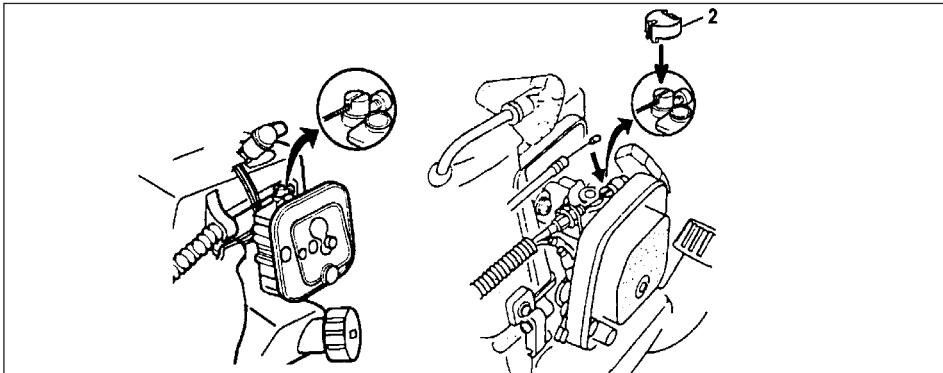

Fig. 1-6
Forbind gass-ståltrådenden til forgasseren og monter hengsellokket (2) (hvis utrustet slik) på hengselet der det er inkludert i verktøykassen. (Fig. 1-6)